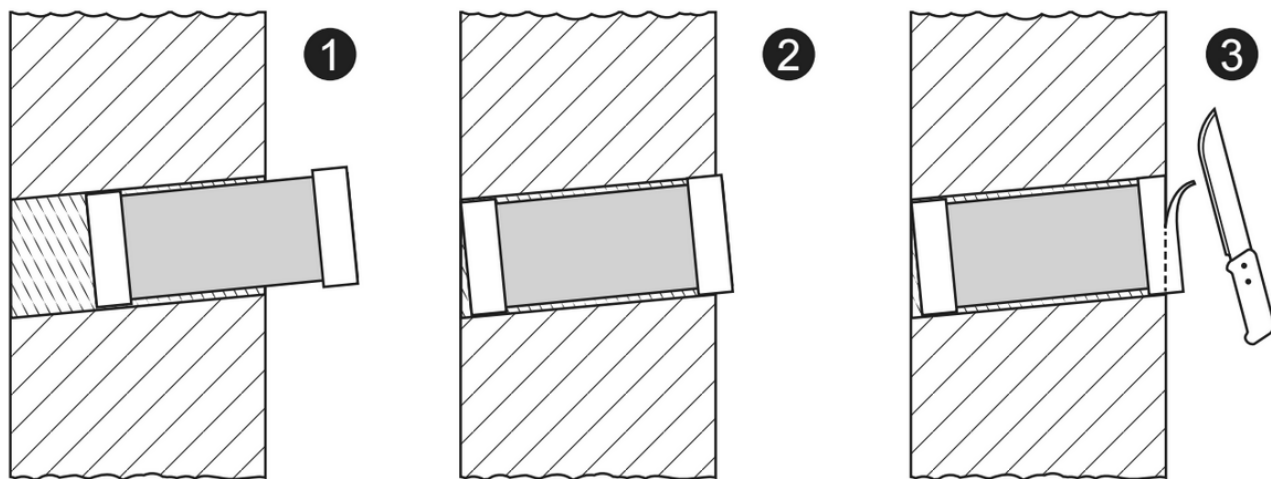

Рис. 7. Установка вентиляционной трубы с вентиляционной решеткой в канал воздуховода.
4.6.14. Подготовленную вентиляционную трубу вставить в канал воздуховода аккуратными вращательными движениями, не допуская повреждения геометрии трубы (рис. 7, изобр. 1 и 2). После этого производим монтаж внешней вентиляционной решетки при этом вентиляционная решетка должна оказаться в один уровень с внешней стеной дома. Выступающий из канала воздуховода внутрь помещения конец трубы отрегулировать или обрезать в один уровень со стеной (рис. 7, изобр. 3).